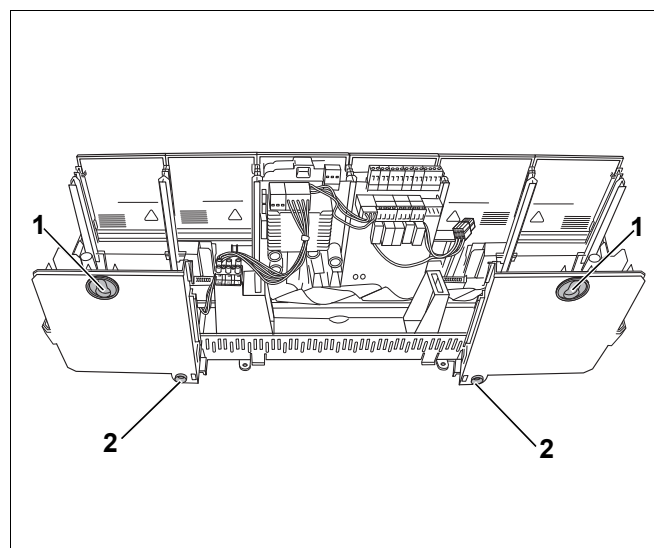

Рис. 3 Задняя сторона системы управления, отверстия для крепления
- Пробейте отверткой два верхних крепежных отверстия системы управления (→ Рис. 3, [1]).
- Закрепите систему управления на стене четырьмя винтами (→ Рис. 3, [1] + [2]).